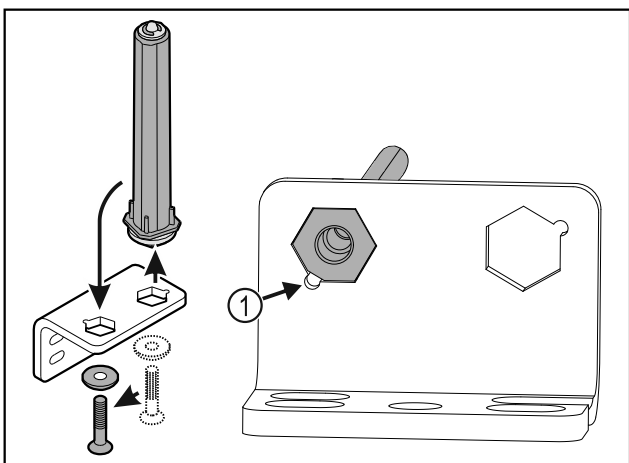

Fig. 32
- ▶ Dbajte na to, aby pri nasadzovaní ukazoval úkos čapu Fig. 32 (1) k okrúhlemu otvoru.